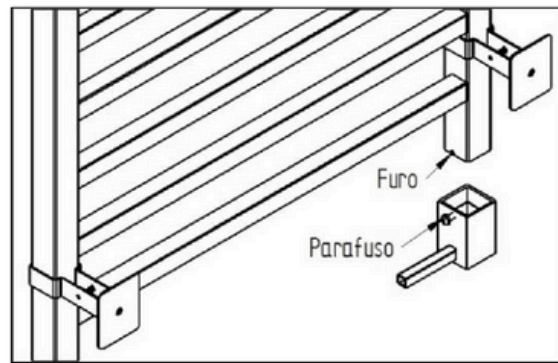

Figura 06
1. – En el embalaje, los adaptadores están orientados hacia el interior (figura 06). Después de sacar el Toallero del embalaje, afloje el tornillo que sujeta el adaptador y, con cuidado, retírelo de la posición de transporte. Gírelo hasta la posición que se indica en la (figura 07), insértelo completamente y apriete nuevamente el tornillo.
NOTA: El “agujero” en la (figura 06) no es aplicable al adaptador, únicamente se utiliza para asegurar la tapa.